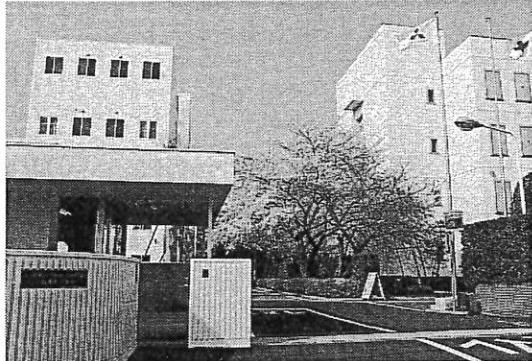

図1 教育センター
スクリュー冷凍機はレシプロ冷凍機と比べると、①クランク機構がないので、コンパクトで振動が少ない、②吸込みおよび吐出弁がない、③容量制御が容易、などの特徴があり、産業用冷凍機分野ではレシプロ冷凍機に変わり主流となった。そこで、三菱電機ビルテクノサービス(株)教育センター(図1)内の「スクリュー冷凍機とレシプロ冷凍機」を比較運転し、実際の状況の違いを理解する実技研修会が実施された。この実技研修会は(社)日本冷凍空調学会冷凍技士運営委員会の主催で平成16年3月18日に行われ、14名の参加者があり、「冷凍機の特徴と構造に相違点」を聴いた。以下はその報告記である。